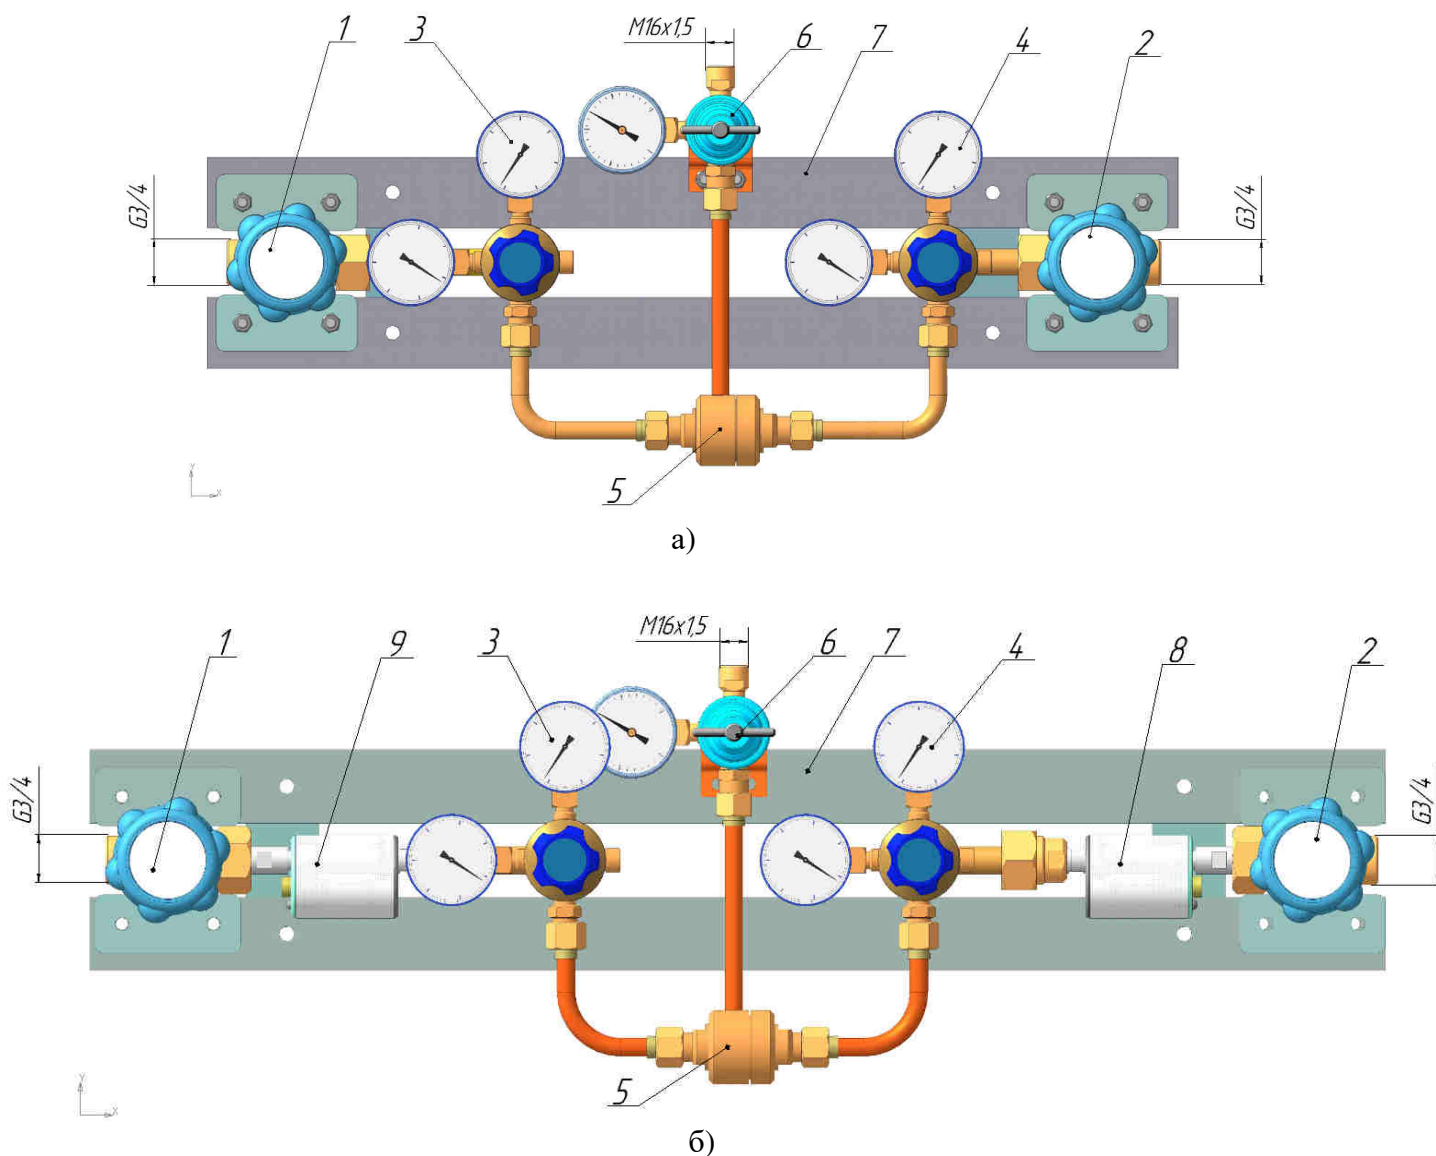

Рис.1 Щит автопереключения плеч перепусковых газовых рамп.
4.2.1 В зависимости от условий эксплуатации щиты выполняются без подогрева газа (Рис.1а) или с установкой подогревателей газа 8,9, расположенных между запорными клапанами 1,2 и редукторами 3,4 (Рис. 1б).